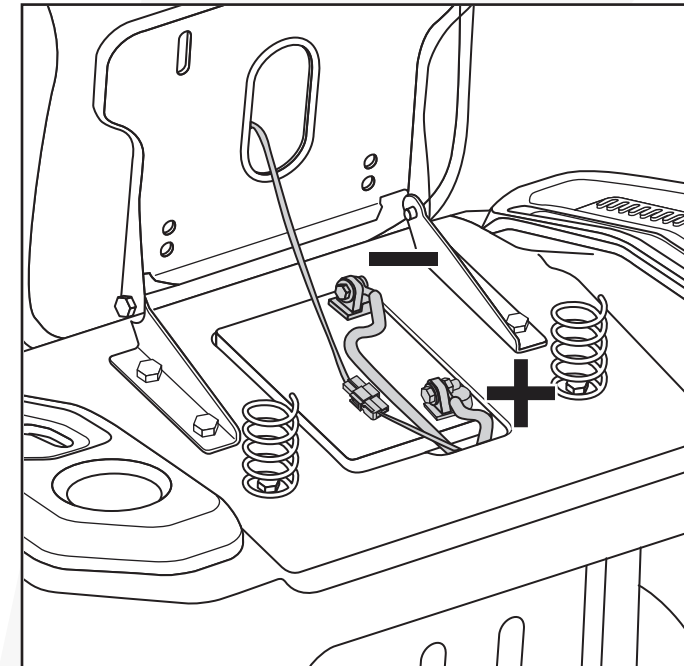

Fig. 34
- Desconecte primero los cables NEGATIVOS (-) de la batería. (Fig. 34)